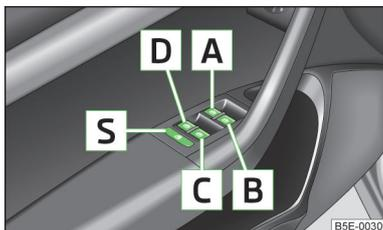

Abb. 22
- Werden auf den Rücksitzen Kinder befördert, wird empfohlen, die elektrischen Fensterheber der hinteren Türen außer Funktion zu setzen (Sicherheitsschalter)  » Abb. 22 auf Seite 41.
**Tasten der Fensterheber** » Abb. 22.
Durch Drücken des Sicherheitsschalters **S** » Abb. 22 können die Tasten der Fensterheber in den hinteren Türen außer Funktion gesetzt werden. Durch wiederholtes Drücken des Sicherheitsschalters **S** sind die Tasten der Fensterheber in den hinteren Türen wieder funktionsfähig.
Unmittelbar nach dem Entriegeln des Fahrzeugs bzw. Ausschalten der Zündung und Öffnen der Fahrer- bzw. Beifahrertür, kann das Komfortöffnen und -schließen aller Fenster mit der Taste  » Abb. 22 auf Seite 41 wie folgt bedient werden: